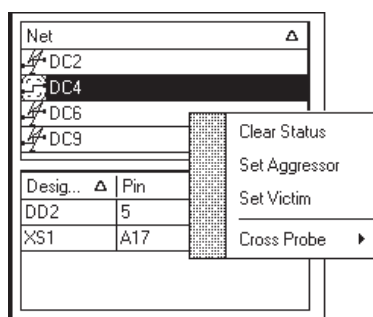

Рис. 8.69. Присвоение цепи статуса «агрессора» — источника наводок
1. Выбрать курсором одну из цепей в списке области **Net** диалогового окна **Signal Integrity** (рис. 8.69).